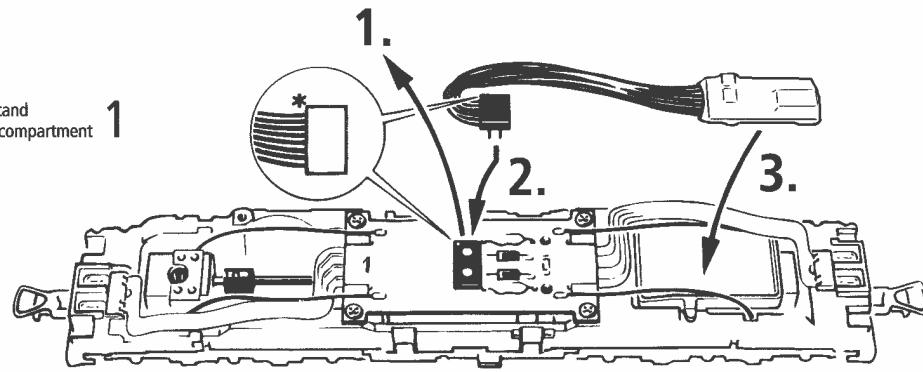

Fig. 7
**1. Reinigung der Radstromkontakte:** Radstromkontakte können auf unsauberem Schienen leicht verschmutzen. Entfernen Sie **vorsichtig** mit einem kleinen Pinsel **den Schmutz** an den in Fig. 7 gekennzeichneten Stellen.
**1. Cleaning of wheel contacts:** Wheel contacts easily get dirty on tracks which are not entirely clean. Use a small brush to **remove dirt** from spots marked in fig. 7.
**1. Limpiar contactos de las ruedas:** los contactos se ensucian fácilmente cuando ruedan sobre vías que no están completamente limpias. Usar un pequeño pincel para quitar la suciedad de los puntos marcados en la fig. 7.